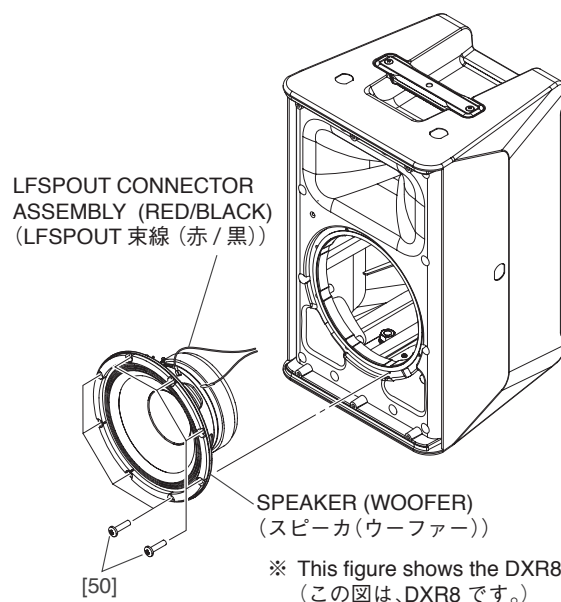
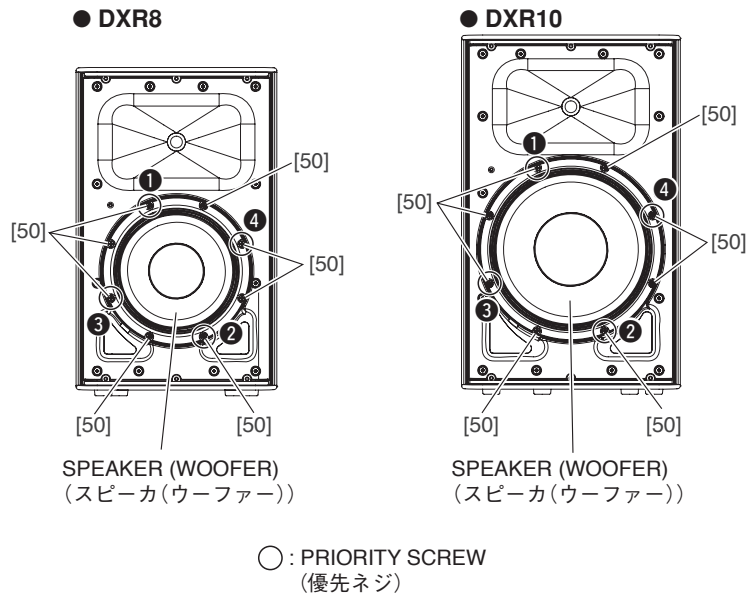
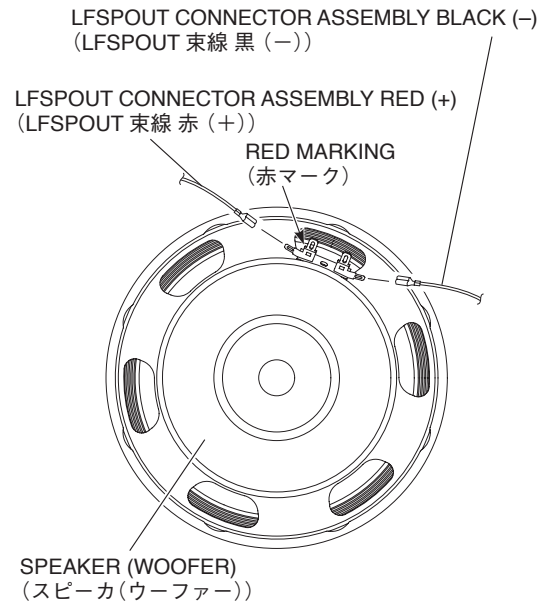

Fig. A-2 (図A-2)
Fig. A-3 (図A-3)
Fig. A-4 (図A-4)
A-2-2 Remove the eight (8) screws marked [50]. The speaker (woofer) can then be removed. (Fig. A-2, Fig. A-3)
- * **When installing the speaker (woofer), first tighten the four (4) priority screws in order as shown in Fig. A-3.**
A-2-3 Remove the LFSPOUT connector assembly (red/black) attached to the speaker (woofer) terminal. (Fig. A-2, Fig. A-4)
A-2-2 [50] のネジ 8 本を外して、スピーカ (ウーファー) を外します。(図 A-2、図 A-3)
- ※ スピーカ (ウーファー) を取り付けるときは、優先ネジ 4 本を図に示す順番で先に締めてください。(図 A-3)
A-2-3 スピーカ (ウーファー) 端子に取り付けられている LFSPOUT 束線 (赤/黒) を外します。(図 A-2、図 A-4)